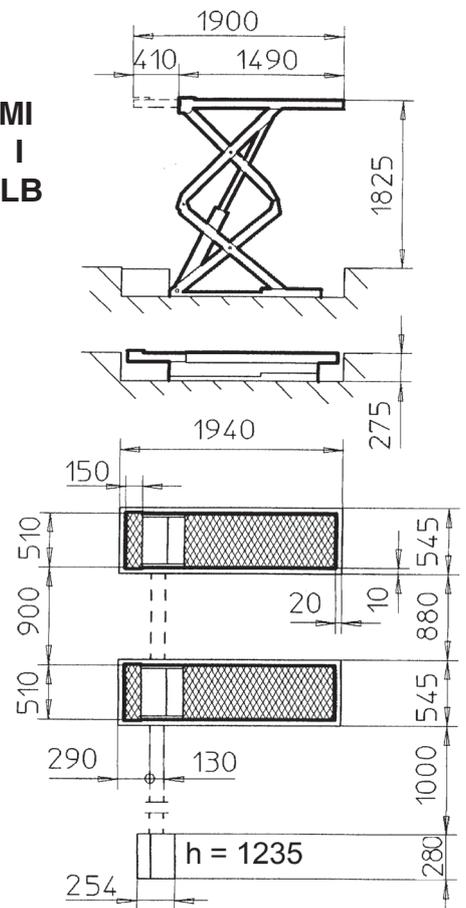
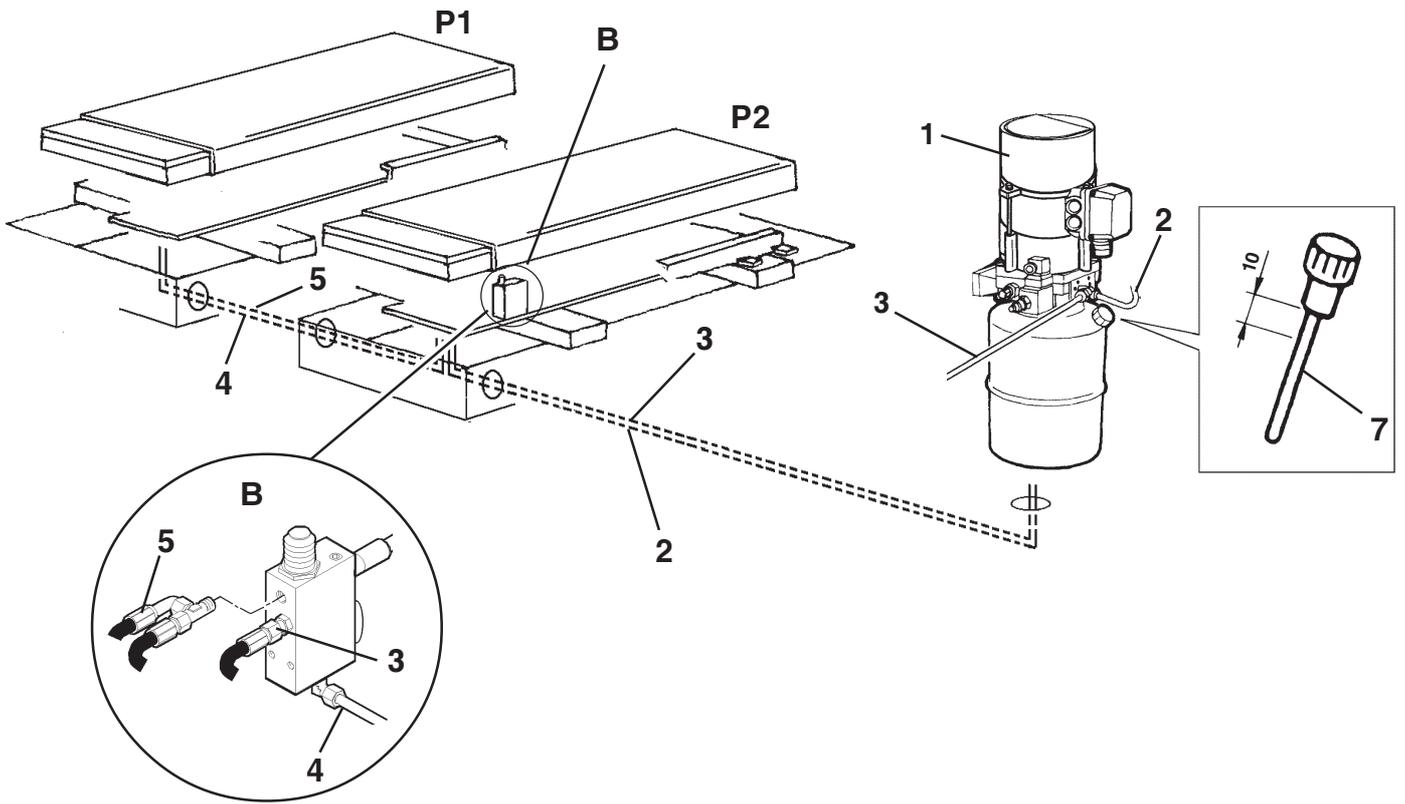

Fig. 20
Fig. 21
Posizionare le pedane come si vede nella Fig. 21 sopra a due legni posti di traverso sulle fosse; posizionare il mobiletto secondo le indicazioni della Fig.20. Togliere il mobile dal supporto centralina così da rendere visibili ed agibili i punti di attacco dei tubi.
Estrarre da sotto la pedana (P2), vedi Fig. 21, i due tubi (2) e (3), togliere i rispettivi tappi e collegarli alla centralina facendoli passare nel tubo interrato.
Place the footboards as shown in Fig. 21 resting on 2 planks of wood placed across the pits; position the unit as shown in the Fig.20. Remove the unit from the control unit support to expose the tubing attachment points for easy access.
Extract the two tubes (2) from beneath the footboard (P2), see Fig. 21, remove the caps and connect them to the control unit, passing them through the embedded tube.
Die Fahrschienen gemäss Abb. 21 auf zwei quer über der Grube liegende Holzplatten anordnen. Den Schaltschrank gemäss den Anweisungen der gleichen Abbildungen 20 positionieren. Das Gehäuse vom Schaltschrankgestell entfernen, so dass die Leitungsanschluss-Stellen gut sichtbar und leicht zugänglich sind. Unter der Fahrschiene (P2) gemäss Abb. 21 die beiden Leitungen (2) und (3) hervorziehen, die entsprechenden Pfropfen entfernen und die Leitungen an den Schaltschrank anschliessen, indem sie in die in die Erde verlegte Leitung verlegt werden.
Positionner les chemins de roulement comme indiqué à la Fig. 21 sur deux pièces de bois posées en travers sur les fosses; positionner l'unité de contrôle en suivant les indications de la Fig.20. Retirer le meuble du support de la centrale de pour que les attaches des tuyaux soient visibles et accessibles. Extraire les deux tuyaux (2) et (3) situés sous le chemin de roulement P2 (voir Fig. 21), les libérer de leurs bouchons et les raccorder à la centrale en les faisant passer dans le tuyau noyé dans le sol. Dans la centrale hydraulique (1), remplacer le bouchon-jauge (7). A ce point, consulter le paragraphe 4.4 (Connexion au réseau) et 4.5 (Connexion de l'installation pneumatique).
Colocar las tarimas como indica la Fig. 21 encima de dos maderas colocadas de través en los fosos; colocar el mueble según las indicaciones de la Fig.20. Quitar el mueble del soporte de la central de manera que sean visibles y accesibles los puntos de conexión de los tubos.
Extraer los dos tubos (2) y (3), ver Fig. 21 de debajo de la tarima; quitar los tapones y conectar los tubos a la central haciéndolos pasar por el tubo enterrado.
Sollevar il ponte premendo il pulsante di salita fino a che le due pedane non arrivano a 50 cm da terra; premere il pulsante di stazionamento per scendere sugli arpioni. A questo punto sollevare la pedana (P1), togliere i legni e mettere all'interno dello scavo la pedana stessa posizionandola come si vede nella Fig. 20.
Rif. Fig. 21. Nella pedana (P2) staccare i tubi (4) e (5) chiudendo subito il circuito idraulico con 4 tappi; infilare i tubi (4 e 5) nel tubo di collegamento interrato; posizionare all'interno dello scavo la pedana (P2) ricollegando i tubi.
Raise the lift by pressing the rise button until the two footboards reach 50 cm from the ground; press the park button to rest them on the pawls. Now lift footboard P1, remove the planks and place the footboard inside the pit, positioning it as shown in Fig. 20.
Ref. Fig. 21 - In footboard P2, detach the tubes (4) and (5), plugging the hydraulic circuit immediately with 4 plugs; place the tubes (4) and (5) in the embedded connecting tube; position footboard P2 inside the pit, connecting up the tubes again.
Die Taste „Heben“ betätigen und die Hebebühne hochfahren, bis sich die beiden Fahrschienen 50 cm über dem Boden befinden. Die Taste „Standphase“ zur Auflage auf die Sperrklinken drücken. Nun die Fahrschiene P1 anheben, die Holzplatten entfernen und die Fahrschiene gemäss Abb. 21 in der Grube positionieren.
Zu Abb. 21. - Bei der Fahrschiene (P2) die Leitungen (4) und (5) entfernen und sofort den Hydraulikkreis mit 4 Pfropfen schliessen. Die Leitungen (4) und (5) in die in die Erde verlegte Verbindungsleitung verlegen. Die Fahrschiene (P2) gemäss in der Grube positionieren und die Leitungen wieder anschliessen.
Soulever le pont élévateur en appuyant sur le bouton de montée aussi longtemps ce que les deux chemins de roulement n'atteignent atteint une hauteur de 50 cm de terre; appuyer sur le bouton de stationnement pour enclencher les arrêts mécaniques. A ce point, soulever le chemin de roulement P1, ôter les pièces de bois et introduire le chemin de roulement à l'intérieur de la fosse et le positionner comme indiqué aux Fig. 20.
Réf. Fig. 21. Dans le chemin de roulement (P2), détacher les tuyaux (4) et (5) et fermer immédiatement le circuit hydraulique au moyen de 4 bouchons; enfiler les tuyaux (4) et (5) dans la conduite de raccordement noyée dans le sol; positionner, le chemin de roulement P2 à l'intérieur de la fosse et raccorder les tuyaux.
Elevar el puente mediante el pulsador de elevación hasta que las dos tarimas lleguen a 50 cm. del suelo; apretar el pulsador de estacionamiento para bajar en los trinquetes. Luego, elevar la tarima (P1), quitar las maderas y poner dentro de la cavidad la tarima como se ve en las Fig. 20.
Ref. Fig.21. En la plataforma (P2) quitar los tubos (4) y (5) cerrando enseguida el circuito hidráulico con 4 tapones; meter los tubos (4) y (5) en el tubo de conexión enterrado; colocar dentro de la cavidad la tarima (P2) volviendo a conectar los tubos.